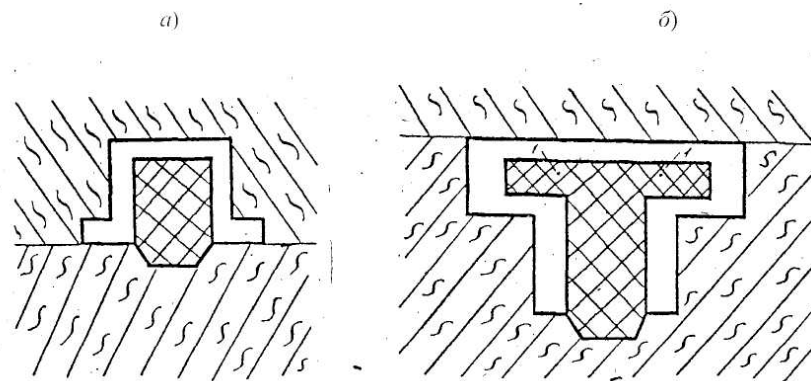

Рисунок 2 — Конструкция литейной формы, при которой всплывание стержня в расплаве теоретически невозможно (а) и вероятно (б)
1) При конструкции литейной формы (рис.2 а), теоретически на стержень не действует выталкивающая сила, поскольку он не охвачен жидкостью с нижней стороны. В случае подтекания расплава под опорную часть стержня (знак стержня), тогда всплывание возможно. В этом случае укрепляют с помощью большого знака (опорной части) или с помощью специальных жеребеков.
При конструкции, изображенной на рис. 2,б, произойдет всплывание стержня, если архимедова сила, определяемая объемом выступов на стержне, окажется больше массы всего стержня.
2) При конструкции литейной формы (рис. 2,а), действует выталкивающая сила, так как стержень окружен жидким металлом с большей плотностью.
При конструкции, изображенной на рис. 2,б, не действует выталкивающая сила, так как жидкий металл обладает большей плотностью, чем стержень.